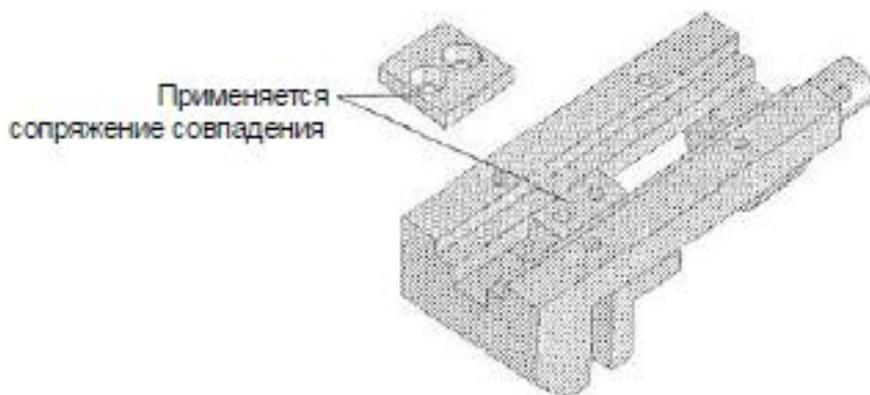

Рис. 5.26. Поверхности для создания сопряжения
5. Перетащите зажимную планку. Теперь примените сопряжение Coincident (Совпадение) между поверхностями зажимной планки и губок тисков (рис. 5.26).